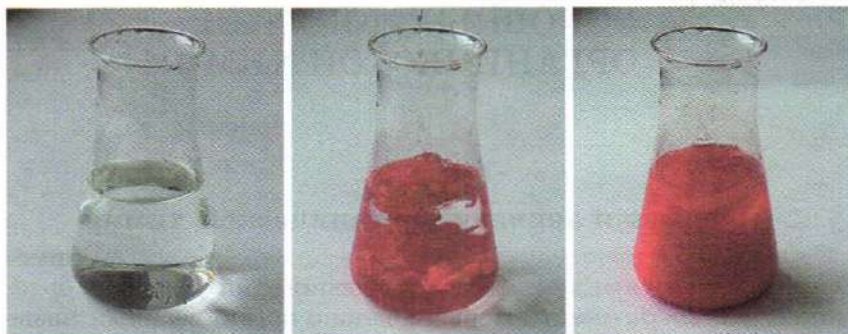

Рис. 154. Осаждение иодида ртути(II)
иодида ртути(II) HgI_2 (рис. 154). При нагревании соль возгоняется, чем и объясняется ее название, происходящее от слова «сублимат», т. е. вещество, образовавшееся при возгонке. В отличие от большинства солей сулема — слабый электролит: ее водный раствор плохо проводит электрический ток, так как содержит значительное количество недиссоциированных молекул HgCl_2 . Сулема ядовита! Ее используют в качестве катализатора, протравы для семян, она находит применение при консервировании зоологических препаратов, так как образует с белками нерастворимые соединения, не подверженные гниению. По этой же причине противопоказано при отравлении сулемой служить яичный белок — необходимо сразу же выпить сырое яйцо. Следует помнить, что ртуть и все ее соединения, растворимые в воде, сильно ядовиты.